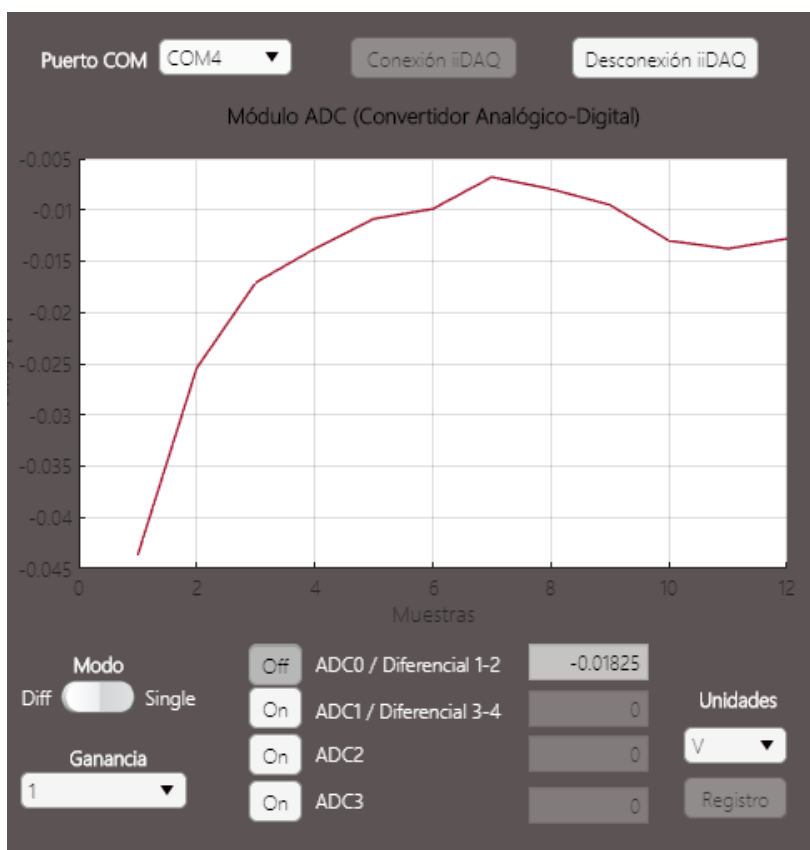

Figura 5.24: Lectura del modulo ADC.
5. Dar clic en el botón *On* del ADC0. Observar la gráfica y ver que el sistema leerá el valor de voltaje del potenciómetro en tiempo real (Figura 5.24); este valor cambiará de acuerdo con la variación que el usuario le dé. Elegir las unidades en las que se requieren obtener las lecturas (Volts o milivolts).